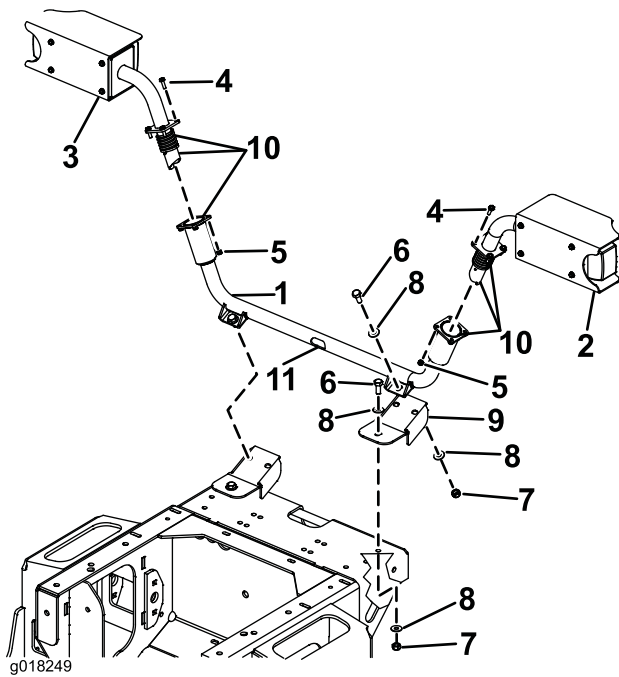

Figura 11
Los conjuntos de luces delanteros se acoplan al soporte central de los faros, que se monta en la máquina con dos soportes de montaje, como se indica a continuación (Figura 11):
1. Instale los 2 soportes de montaje en la parte delantera de la máquina usando 2 pernos (M10 x 25 mm), 4 arandelas (3/8 pulgada) y 2 contratuercas (M10) (Figura 11).
2. Instale el soporte central de los faros en los soportes de montaje usando 2 pernos (M10 x 25 mm), 4 arandelas (3/8 pulgada), y 2 contratuercas (M10) (Figura 11).
3. Aplique grasa antigripante a toda la pared interior del extremo de cada tubo, y a todas las superficies de los muelles y las bridas de los tubos (Figura 11).
4. Sujete el soporte del faro derecho y pase el cable hacia abajo por los tubos hasta que salga del hueco central del soporte central de los faros (Figura 11).
5. Sujete el soporte del faro derecho al soporte central de los faros usando 4 pernos (M6 x 20 mm) y 4 contratuercas (M6) (Figura 11).